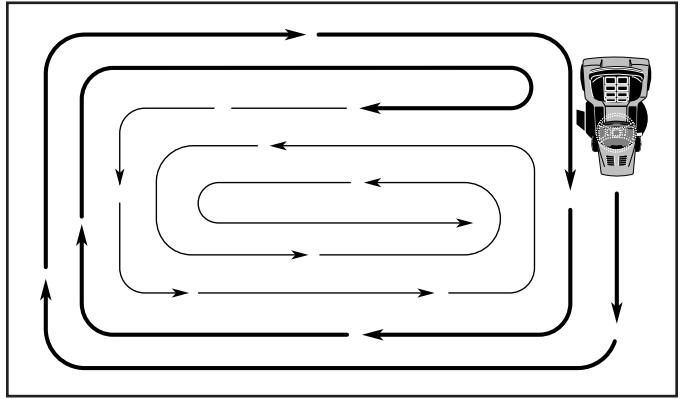

Fig. 14
• Al segar las áreas grandes, empuje girando a la derecha de modo que los recortes se descarguen, alejándose de los arboles, cercos, entradas de automóviles, etc. Después de una o dos vueltas, siga en la dirección opuesta, haciendo virajes a la izquierda, hasta que termine (Vea Fig. 14).